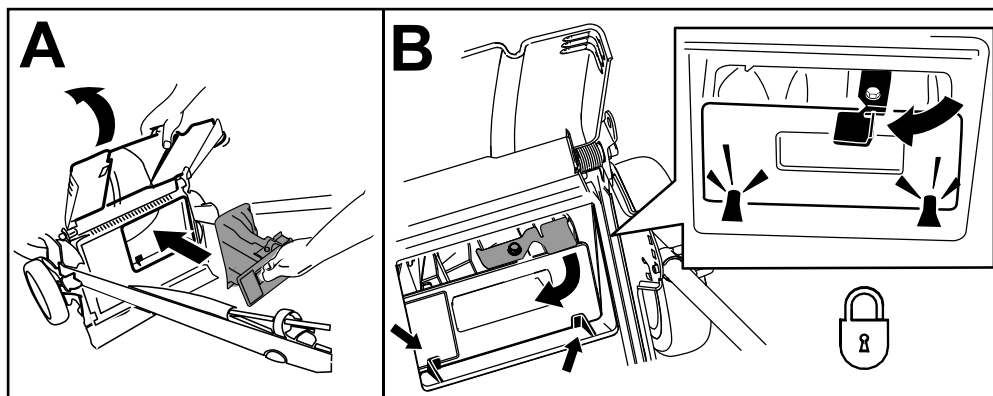

Figure 22
**Important:** Vérifiez que l'obturateur arrière est verrouillé en place. Pour verrouiller l'obturateur, relevez le déflecteur arrière (encadré A de la Figure 22), appuyez fermement sur l'obturateur jusqu'à ce qu'il s'enclenche en position derrière les pattes, et tournez le levier situé sur l'obturateur vers la gauche (encadré B de la Figure 22).